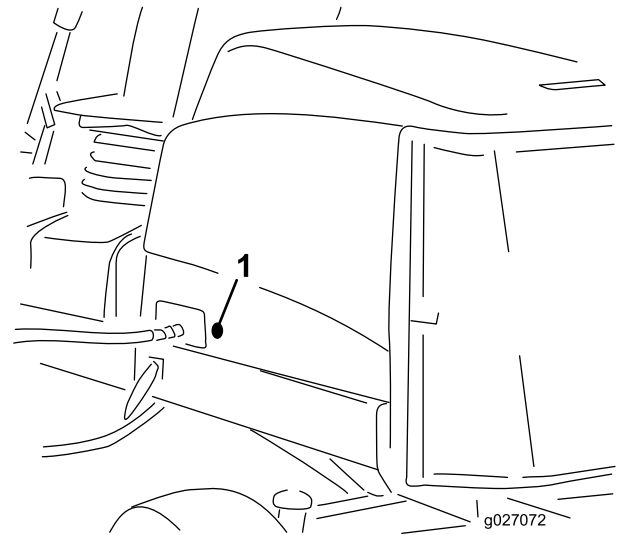

Figura 18
2. Retire el tapón de goma del taladro de lado izquierdo del capó (Figura 18).